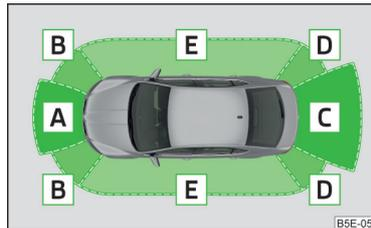

Abb. 158 Abgetastete Bereiche und Reichweite der Sensoren
» Abb. 158.
Im Anhängerbetrieb bzw. bei einem anderen an der Anhängersteckdose angeschlossenen Zubehör sind nur die Bereiche **A** und **B** » *Abb. 158* des Systems aktiv.
- Die Displayanzeige kann durch das Betätigen der Symboltaste **P** » Abb. 158 auf Seite 146 abgebrochen werden.